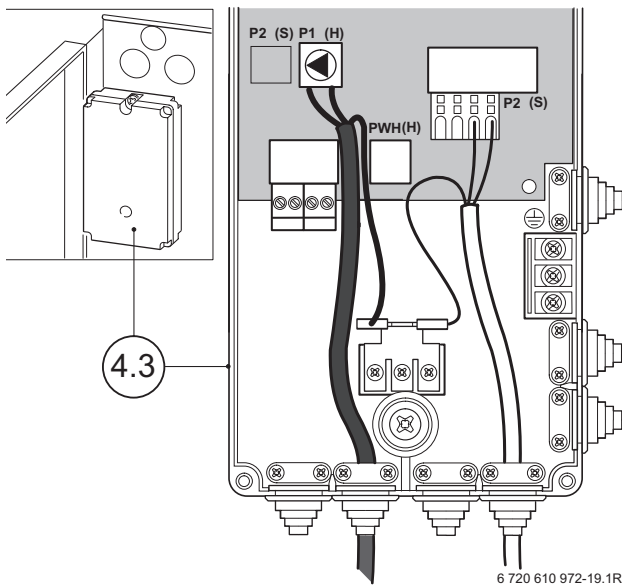

Fig. 22
- ▶ Infilare il cablaggio lungo (UPS 15-60 e UPE 15-60) del circolatore nel passacavo, fig. 22.
- ▶ Effettuare il collegamento di «massa a terra» come da fig. 22.